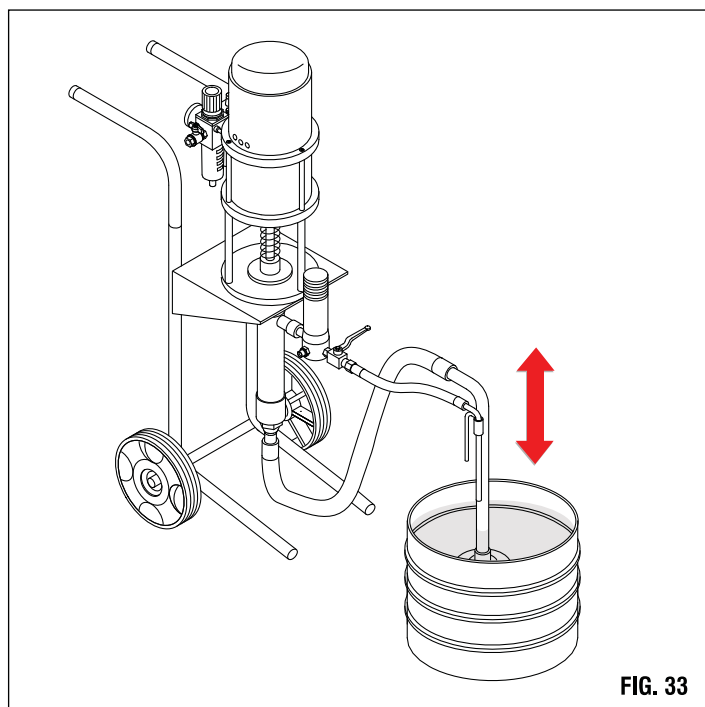

FIG. 33
- 1) Sollevare i tubi di aspirazione e di ricircolo dal contenitore del prodotto facendo attenzione a non far cadere in terra la vernice (fig.33).
- 3) Immergere il tubo di aspirazione e di ricircolo in un contenitore con acqua o solvente, a seconda del prodotto utilizzato precedentemente (fig.33).